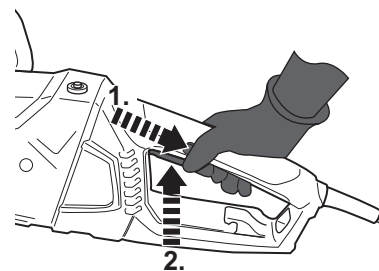

Fig. 18
- > Enfoncez le bouton marche/arrêt [17] pour allumer l'appareil (Fig. 18).